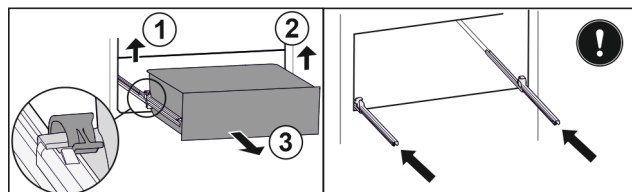

Fig. 119
- 提起左侧夹子，同时将抽屉左侧向前拉。 Fig. 119 (1)
- 提起右侧夹子，同时将抽屉右侧向前拉。 Fig. 119 (2)
- 朝前取出抽屉。 Fig. 119 (3)